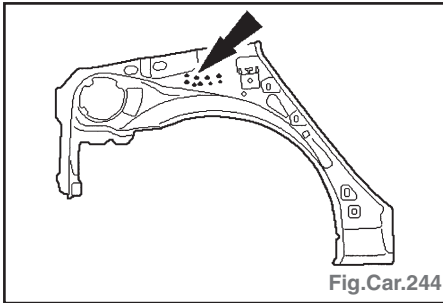

Fig.Car.244
- Percer des trous pour le soudage par bouchonnage (Fig.Car.244).